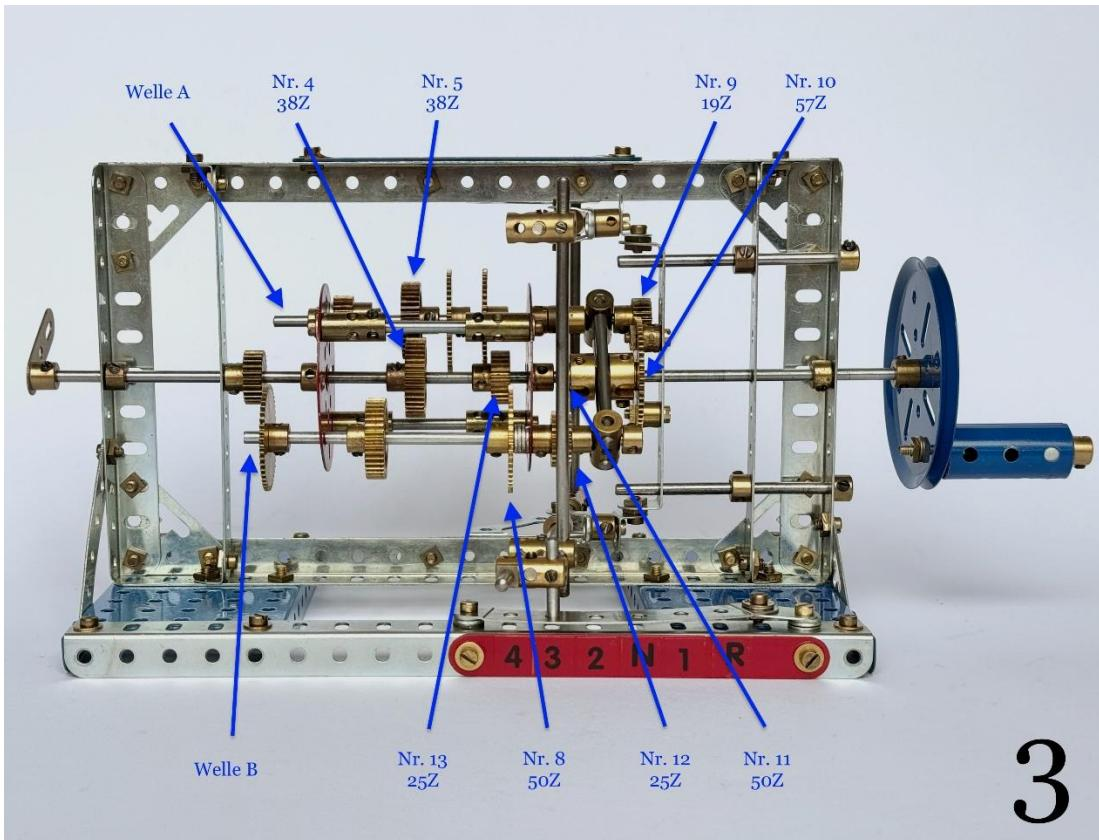

Abb. 10: Schaltbild 3. Gang
3. Gang (Abb. 10): Durch die weitere Verschiebung des Planetenträgers nach links kämmt nun das Antriebsritzel **13** mit Zahnrad **8** auf der Welle **B**. Das Ritzel **12** auf der gleichen Welle rollt auf dem drehfesten Zahnrad **11** ab und versetzt den Planetenträger in Drehbewegung. Die Zahnräder **10** und **11** sind durch Verschieben der